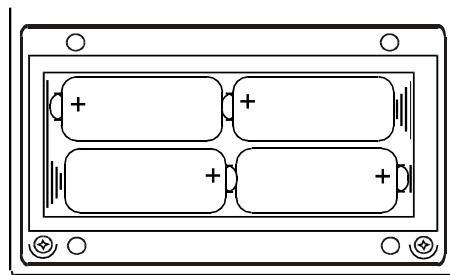

Bild 22. Pol-Richtige Positionierung der Batterien
- ◆ Setzen Sie die neuen Batterien mit der richtigen Polarität ein, siehe Bild 22.